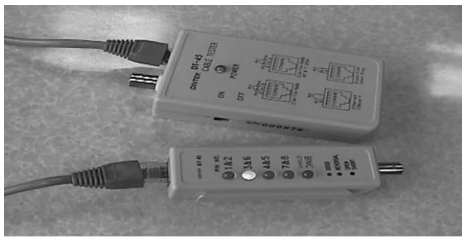

图 7-23 测试盒上信号灯闪烁
- 开启测试盒的开关，如接收端上的灯号按照 1 和 2、3 和 6、4 和 5、7 和 8 的顺序规律闪烁的话，即代表此线路正常。测试盒上信号灯闪烁如图 7-23 所示。